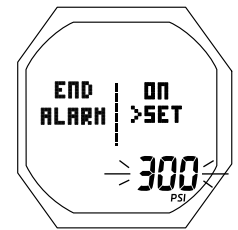

Fig. 40 - RÉGLAGE DE L'ALARME DE PRESSION DE FIN (émetteur en service)
**RÉGLAGE DE L'ALARME DE PRESSION DE FIN (END) POUR L'ÉMETTEUR EN SERVICE - 1, 2, 3 ou 4 :** paramètres affichés (Fig. 40)